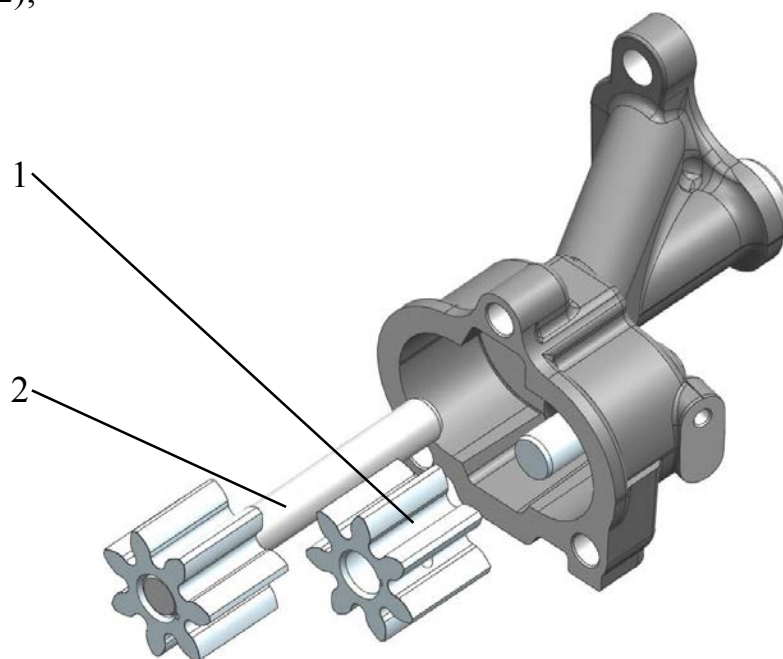

Рис.102. Снятие шестерен масляного насоса:
– вынуть из корпуса ведомую шестерню и валик с ведущей шестерней в сборе (рис.102);